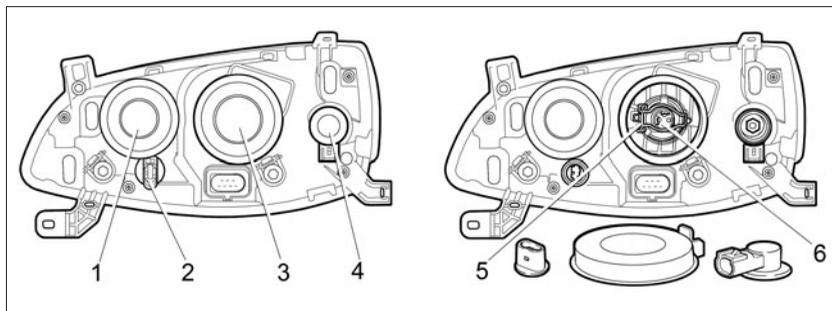

Рис. 62. Блок-фара
- снимите защитную резиновую крышку 3 (рис. 62);